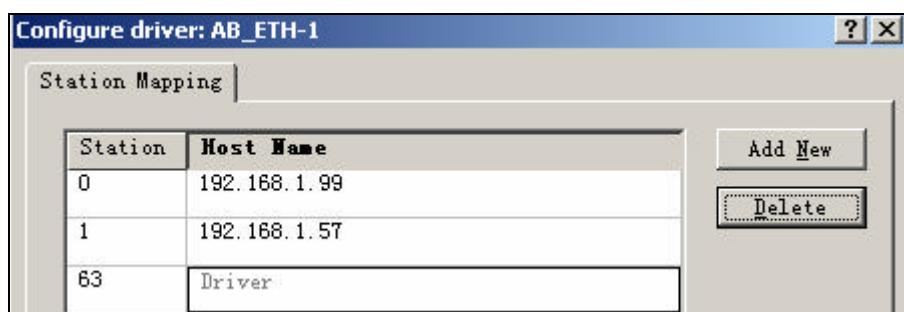

图 4-73 添加 IP 地址
3. 点击 Add New，将 PowerFlex70 和 ControlLogix 框架的 IP 地址添加进新建的 AB\_ETH-1 驱动中，如图 4-73 所示。